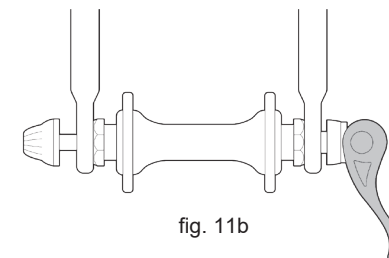

fig. 11b
1. Als het voorwiel van uw fiets is vastgezet met een (Quick Release) snelspanner, draai de hendel dan zo, dat hij van het wiel af wijst (fig. 11b). De hendel staat nu OPEN. Als het voorwiel van uw fiets is vastgezet met een doorgaande bout of moeren, ga dan naar de volgende stap.
3. Als u een traditionele snelspanner heeft, houd dan met uw rechterhand de spanhendel in de OPEN stand (fig. 11b), en draai met uw linkerhand de spanmoer aan totdat deze handvast tegen het uitvaleinde zit (fig. 8a). Als u een cam-and-cup systeem heeft: de moer en de cup zullen in de uitsparing van de uitvaleinden zijn geklikt en verdere afstelling is normaal gesproken overbodig.
4. Bij een snelspanner zet u de quick-release hendel OPEN (fig. 11b). Bij een systeem met doorgaande bout of moeren, dient u deze los te draaien met een passende sleutel, sluihendel of geïntegreerde hendel (fig. 12); duw vervolgens het wiel zo ver naar voren dat u de ketting van het achterste tandwiel kunt verwijderen.
1. Bij een (Quick Release) snelspanner, zet u de spanhendel OPEN (fig. 11b). De hendel moet aan de wielzijde tegenover de derailleur en de tandwielletjes van het freewheel zitten.